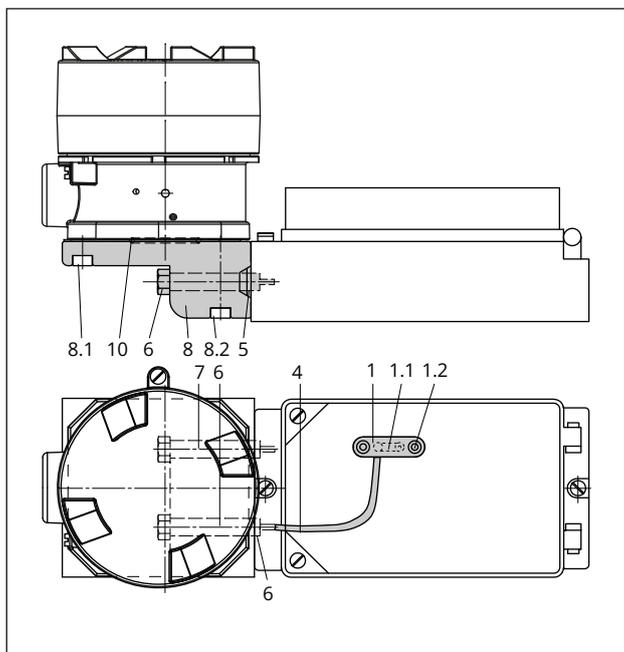
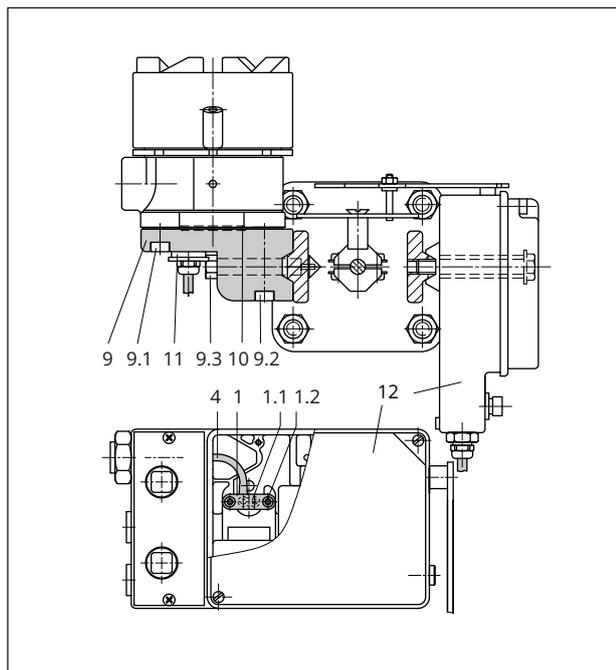
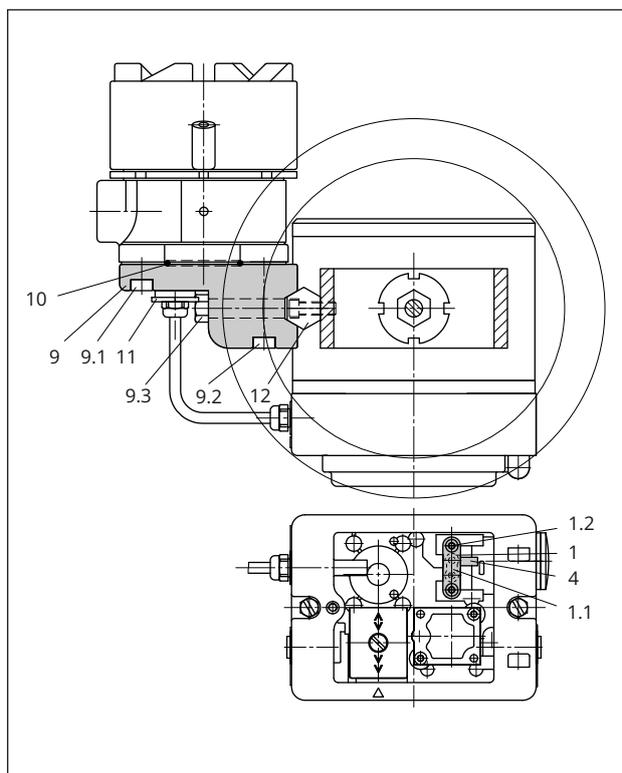

Bild 15: Direktanbau mit Stellungsregler Typ 3766
Bild 16: NAMUR-Anbau an Stellventil mit Stellungsregler Typ 4765
Bild 17: Anbau an Mikroventil mit Stellungsregler Typ 3760 ·
Beim Direktanbau mit Stellungsregler Typ 3766-000 (vgl. Bild 15) wird der Anschluss über die Schraube mit Tülle (6) und die Gewindebuchse (5) hergestellt. Die zweite Schraube (7) dient der Entlüftung des Umformers über das Stellungsreglergehäuse. Vor der Montage des Anschlussstücks (8) am Stellungsregler müssen dort der M20-Stopfen und der Anschlussnippel (input signal) entfernt werden.
Bei den Stellungsreglern Typ 4765 und Typ 3760 (vgl. Bild 16 und Bild 17) ist die Gewindebohrung ⅛ NPT des Anschlussstücks (9) mit einer geeigneten Verschraubung zu versehen und diese über eine Rohr- oder Schlauchverbindung mit der dem Eingangsanschluss (Input Signal 27) des Stellungsreglers zu verbinden.
Silikonschlauch (4, vgl. Bild 15 und Bild 16) aufstecken.
Kappe (4, vgl. Bild 17) aufstecken.